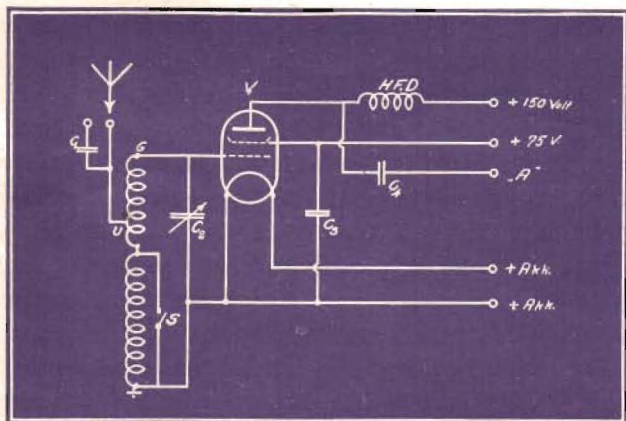

Fig. 1. Högfrequensenhetens kopplingsschema.
Högfrequensenhetens kopplingsschema visas i fig. 1. Nästan vilken spole som helst kan användas i högfrequensrörets V_1 gallerkrets, t. ex. en vanlig detektorspole, men den bör absolut vara skärmad. Antennen anslutes antingen genom en liten kondensator (25—50 cm) till spolens toppända (G) eller till ett lämpligt uttag på mellanvågsdelen av spolen. (Vi komma i fortsättningen att benämna våglängdsområdet 200—600 m »mellanvågsområdet». Beteckningen »kortvågsområde» är vilseledande.)